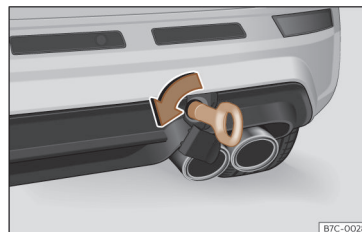

Fig. 44 En el lado derecho del paragolpes trasero: argolla de remolque enroscada.
- Enrosque la argolla de remolque en el alojamiento girándola al máximo **en el sentido contrario al de las agujas del reloj** >>> **fig. 44** >>> ❶. Utilice un objeto adecuado con el que pueda enroscar completa y firmemente la argolla de remolque en su alojamiento.